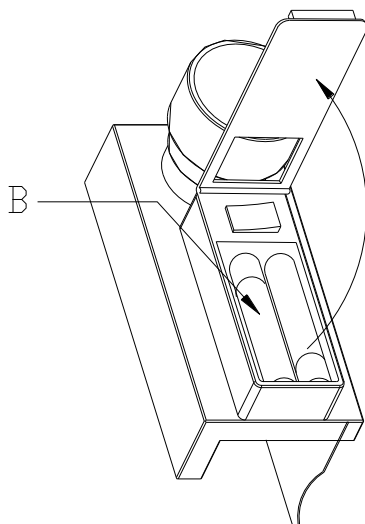

Figura 2
- Per raggiungere il vano batterie aprire l'apposito sportellino (vedi figura 2).